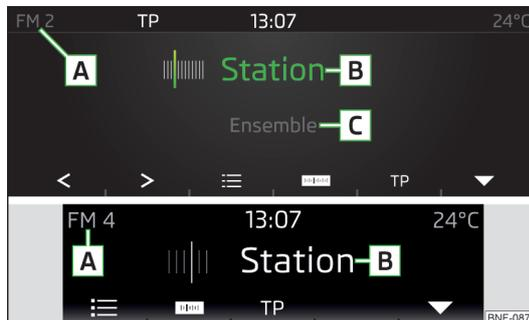

Fig. 96
**Menú princ.** » fig. 96
- C** Radiotexto (FM) / Denominación del grupo (DAB)